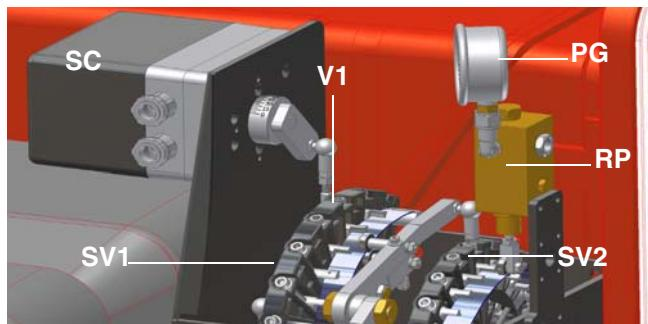

Рис. 29
- 10 для получения максимального расхода дизельного топлива регулировать давление (считывая значения на манометре **PG**), не изменяя при этом, уже отрегулированный, во время настройки работы на газе, расход воздуха (см. предыдущий параграф): все время проверяя параметры продуктов сгорания, воздействовать на винт варьируемого сектора, соответствующий жидкому топливу **SV2** (см. Рис. 29), но по достижении положения большого пламени.